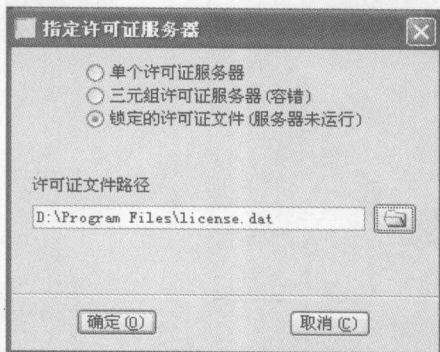

图 1-9 【指定许可证服务器】界面
STEP 7 在【FLEXnet 许可证服务器】界面单击 **添加** 按钮，进入【指定许可证服务器】界面，如图 1-9 所示。
STEP 8 在【指定许可证服务器】界面选择【锁定的许可证文件】选项，在【许可证文件路径】复选界面指定 license.dat 文件，如图 1-9 所示。